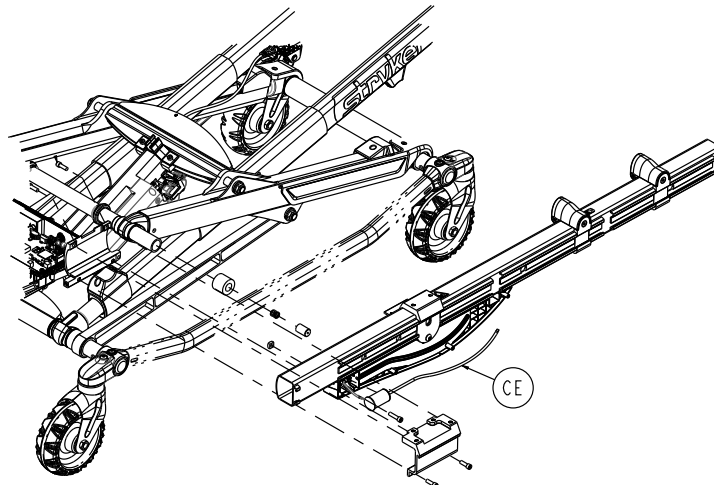

Figure 73 – Retirer le capteur MTS
10. Retirer le capteur MTS (CE) (Figure 73).